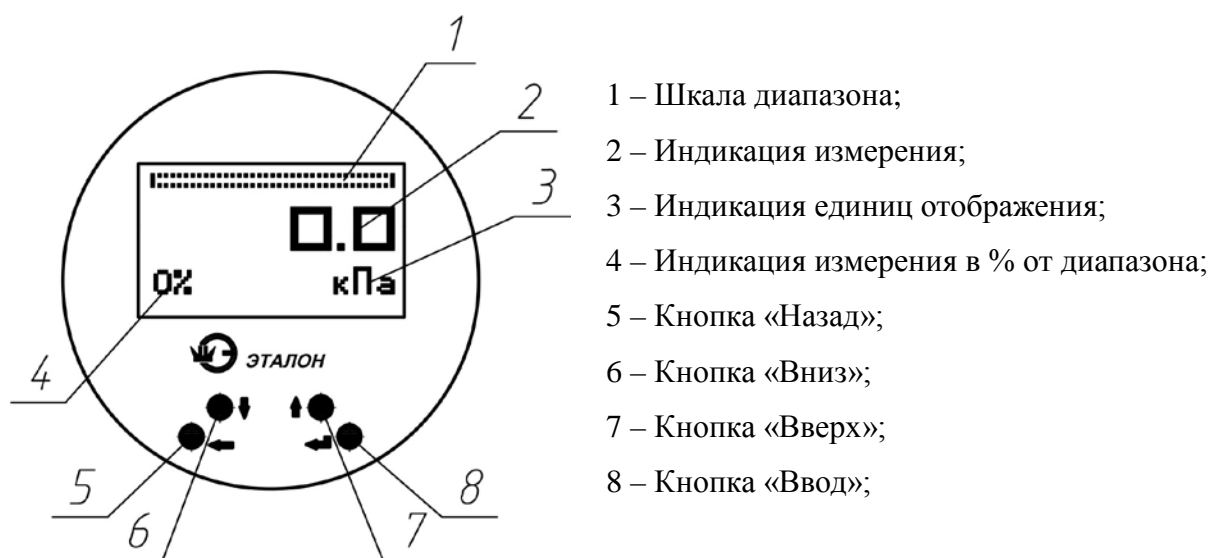

Рисунок 13. Жидкокристаллический индикатор.
3.4.3 Для настройки датчика используются кнопки «Назад», «Вверх», «Вниз», и «Ввод» (п.5, п.6, п.7, п.8 рисунок13).